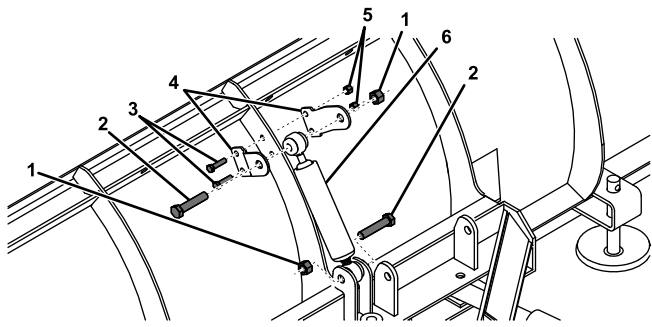

Figure 6
4. Si votre chasse-neige est le modèle super-lourd, fixez l'extrémité de l'amortisseur au cadre de poussée à l'aide d'un boulon ($\frac{5}{8}$ x 3 po) et d'un contre-écrou, comme montré à la Figure 6.
5. Fixez le support d'amortisseur de lame au sommet de l'amortisseur à l'aide d'un boulon (5/8 po) et d'un contre-écrou, comme montré à la Figure 6.
6. Engagez le support d'amortisseur de lame sur la nervure centrale de la lame du chasse-neige et fixez-le à l'aide de 2 boulons (3/8 x 1 1/2 po) et contre-écrous (Figure 6).
7. Déployez l'amortisseur de manière que 6 mm (1/4 po) de la tige soit visible (Figure 6).